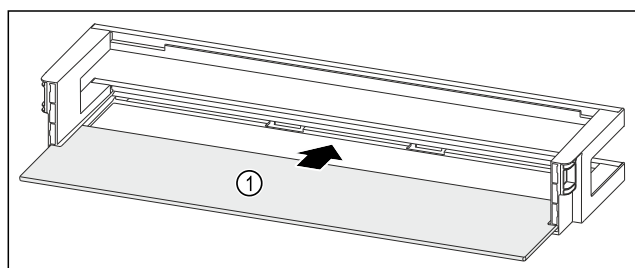

Fig. 139 Türabsteller mit Abstellfläche
- ▶ Abstellfläche Fig. 139 (1) in die seitlichen Aussparungen einschieben.